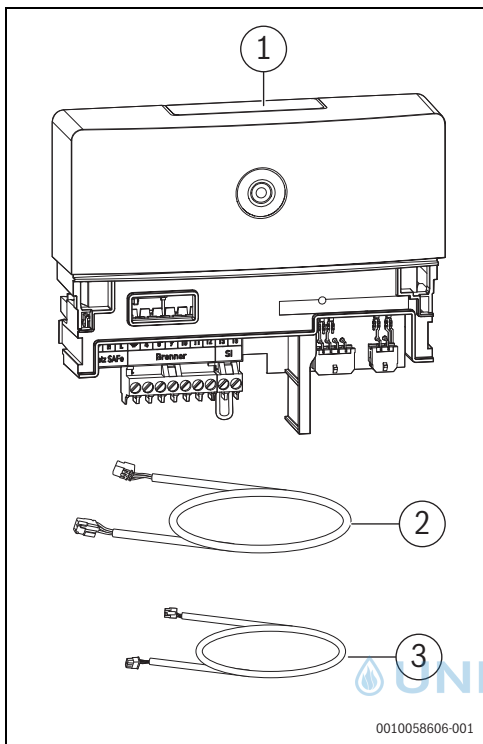

Bild 2 Lieferumfang (Fremdbrennermodul BRM100)
- Fremdbrennermodul BRM100 inkl. Brennerstecker und SI-Stecker (→ Bild 2, [1])
- BUS-Kabel SAFE Bus (→ Bild 2, [3])
- Netzkabel (→ Bild 2, [2])